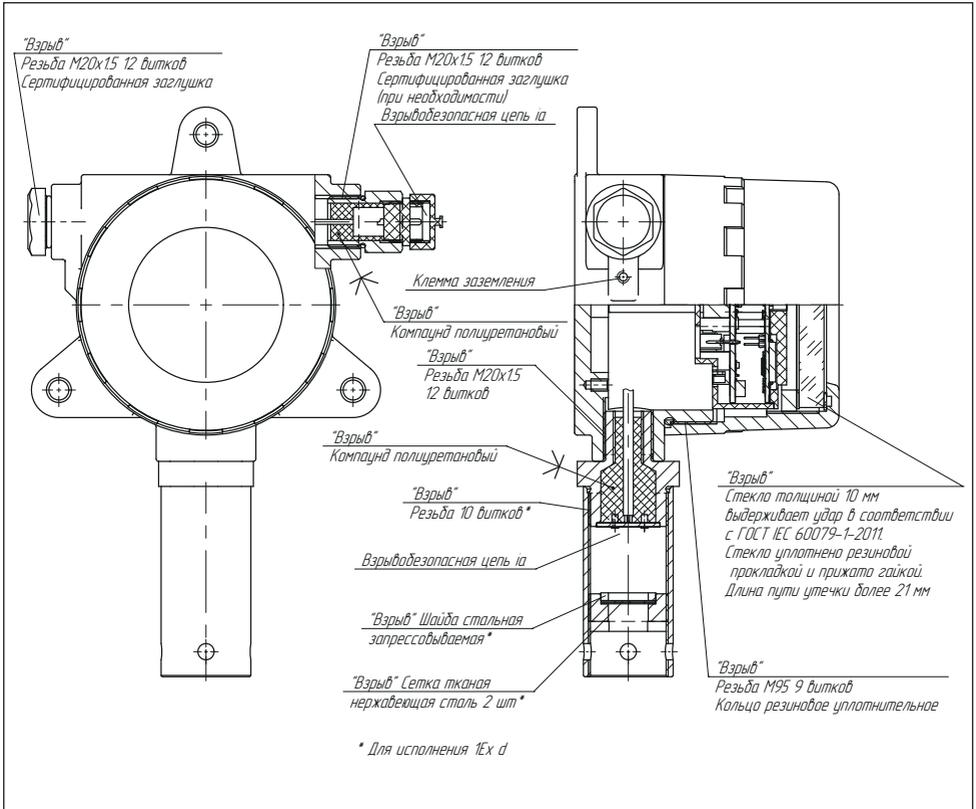

Рис.13. Элементы взрывозащиты модуля МКТИ-2 с разъемом HART-коммуникатора
14. Убедитесь методом визуального осмотра, что элементы ГС, отвечающие за взрывобезопасность, не повреждены (рис.13, 14).